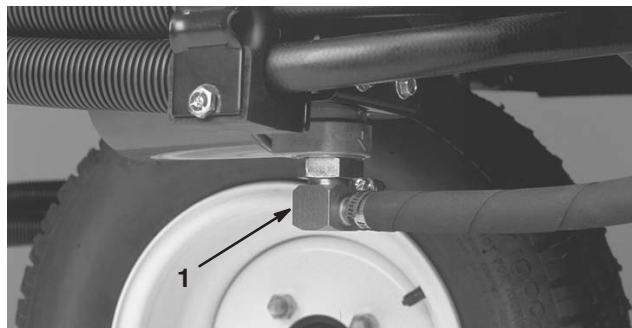
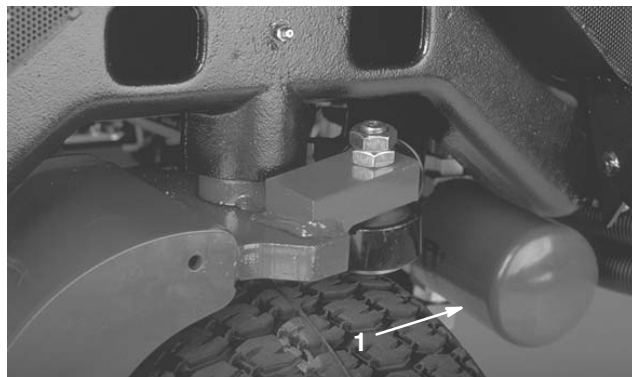

Bild 54
Bild 55
2. Klemmen Sie die Hydraulikölleitung ab (Bild 54) oder entfernen den Hydraulikölfilter (Bild 55) und lassen das Hydrauliköl in ein Auffanggefäß ablaufen. Montieren Sie die Hydraulikölleitung, wenn kein Öl mehr ausströmt.
3. Reinigen Sie den Anbaubereich des Filters. Stellen Sie ein Auffanggefäß unter die Verschlusschraube (Bild 55) und entfernen den Filter.